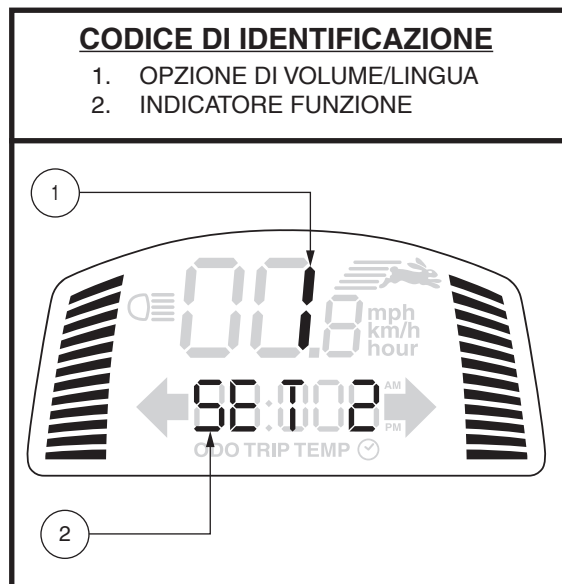

Figura 6. Visualizza controllo del volume
**NOTA:** I lampeggiatori restano attivi e viene emesso un segnale acustico per tutto il tempo in cui le luci di emergenza rimangono accese. Per il controllo del volume consultare la figura 6.
Il volume del segnale acustico per luci di emergenza, clacson, bassa tensione delle batterie, indicatori di svolta e messaggio di errore può essere attivato o disattivato separatamente. **Vedere figura 6.**